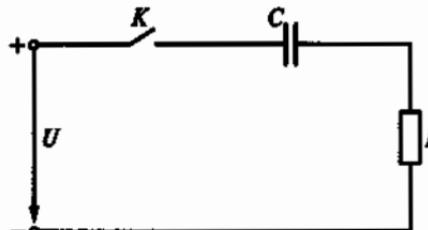

Рис. 141
4.6. В электрической цепи, схема которой приведена на рис. 141, $R = 2 \text{ мОм}$, $C = 10 \text{ мкФ}$. Какова длительность переходного процесса